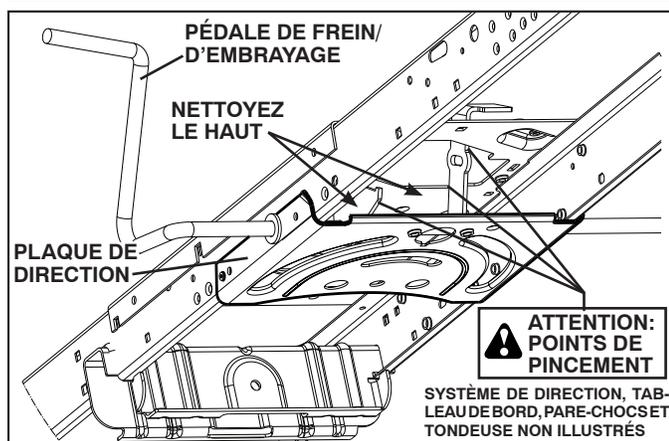

Fig. 20
**ATTENTION :** Évitez les points de pincement et les pièces mobiles. (Voir la Fig. 20)